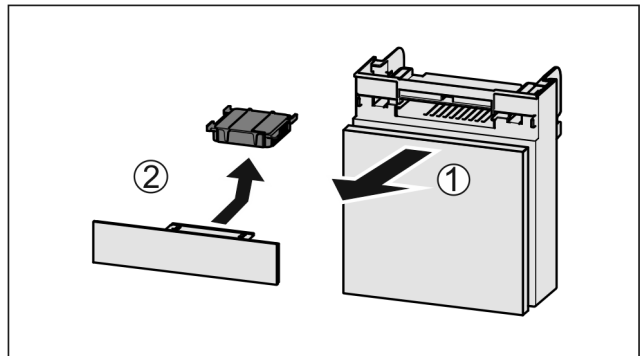

Fig. 61
- ▶ Fach nach vorne herausziehen Fig. 61 (1).
- ▶ Aktivkohlefilter entnehmen Fig. 61 (2).